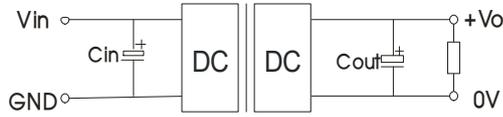

图 2
①所有该系列的 DC/DC 转换器在出厂前, 都是按照 (图 2) 推荐的测试电路进行测试。
②若要求进一步减少输入输出纹波, 可将输入输出外接电容 C_{in} 、 C_{out} 加大或选用串联等效阻抗值小的电容, 但容值不能大于该产品的最大容性负载。
C15	参照图 2 中 C_{out} 参数
C8	参照图 2 中 C_{out} 参数